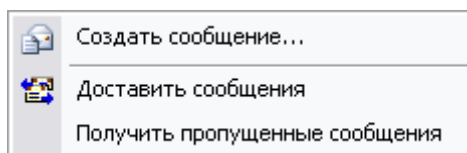

Рис. 282
Работа с сообщениями ведется посредством контекстного меню, вызываемого нажатием правой кнопкой мыши на любой из подразделов **Почта** либо на сам раздел **Почта** (Рис. 282).
1. В контекстном меню (Рис. 282) выберите пункт **Создать сообщение** или нажмите на кнопку  панели инструментов. После этого появится диалоговое окно **Сообщение** (Рис. 283).